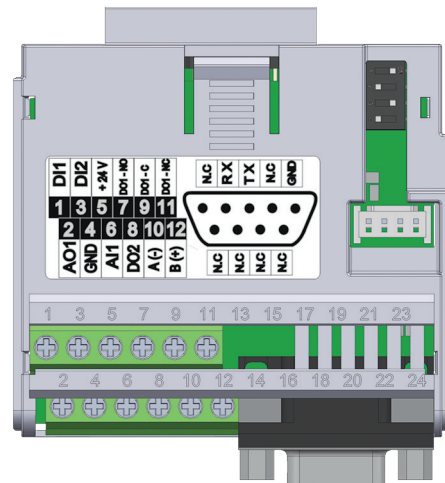

Figura 17.2: Módulo Plug-in CFW500-CRS232
O módulo plug-in CFW500-CRS232 tem a interface Serial (1) através da porta RS-485 nos bornes 10(A-) e 12(B+), bem como a interface Serial (2) através da porta RS-232 no conector padrão DB9, veja Figura 17.2 na página 17-1.